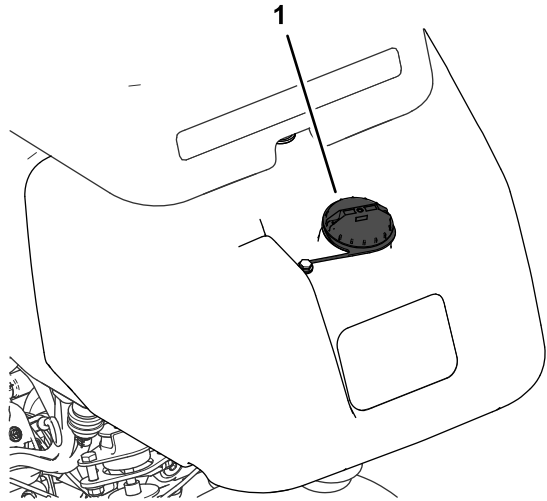

Figure 26
1. Nettoyez la surface autour du bouchon du réservoir de carburant et enlevez le bouchon (Figure 26).